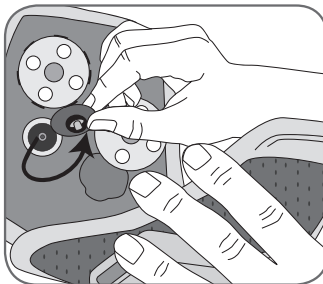

Abbildung 9-7: Ablösen der L300-Elektrodenbasen
2. Lösen Sie die L300-Elektrodenbasen aus den Löchern (siehe Abbildung 9-7).